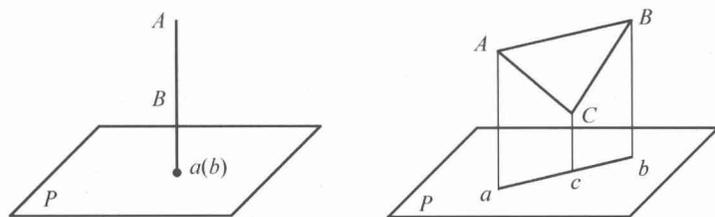

图1-14 正投影的积聚性
5) 当直线或平面与投影面垂直时, 直线的投影积聚成一点, 平面的投影积聚成一条直线, 这个性质叫做正投影的积聚性。如图1-14所示。